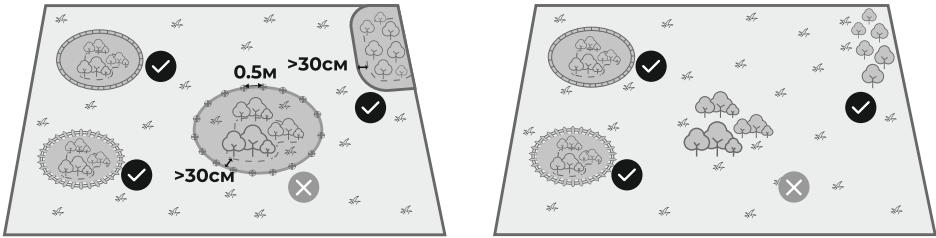

Рис. 17
- 1) Используйте магнитную полосу для установки виртуальной границы (рис. 17).